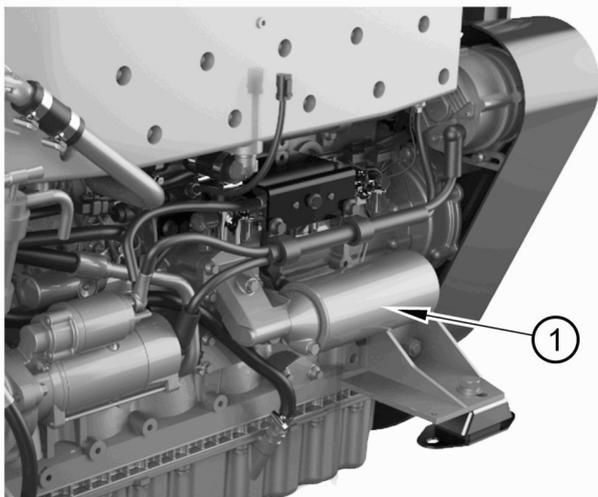
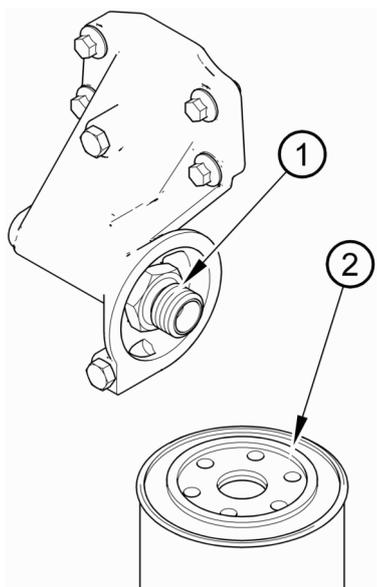

Figura 21
Figura 22
2. Saque el cartucho del filtro (Figura 21, elemento 1) con la ayuda de una llave de cadena o herramienta similar. Asegúrese de que el adaptador (Figura 22, elemento 1) esté bien colocado en el cabezal del filtro. A continuación, deseche el cartucho.
4. Lubrique la cara superior del retén (Figura 22, elemento 2) del nuevo cartucho con aceite limpio de motor.